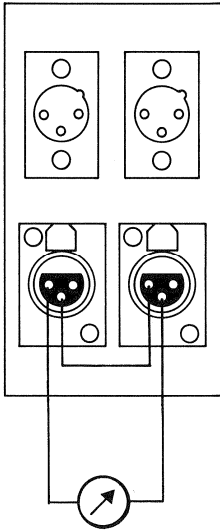

Fig. 3.2.-4
3. Connect AF millivoltmeter to line output channel 1 (16), and then to line output channel 2 (36). With the corresponding controls TREBLE/FAST (2)/(22) (modules REPROD AMP), pre-adjust to identical output levels.
4. Connect the AF millivoltmeter to the two line outputs of channel 1 (16) and channel 2 (36) CH I and CH II) so they are in opposite phase, fig. 3.2.-2.
5. Align reproduce head with azimuth adjustment screw (18) to give a minimum reading. Make a note of this difference in level  $P_d$  (dB).
6. Tonfrequenz-Millivoltmeter gleichphasig an die beiden Leitungs-Ausgänge Kanal 1 (16) und Kanal 2 (36) (CH I + CH II) gemäss Fig. 3.2.-4 anschliessen.
8. Für die Ermittlung der Phasenwinkeldifferenz gemäss Fig. 3.2.-3 ist die Pegeldifferenz  $P_S - P_D$  zu bilden. Die vorhandene Phasenwinkeldifferenz kann aus dieser Kurve herausgelesen werden.